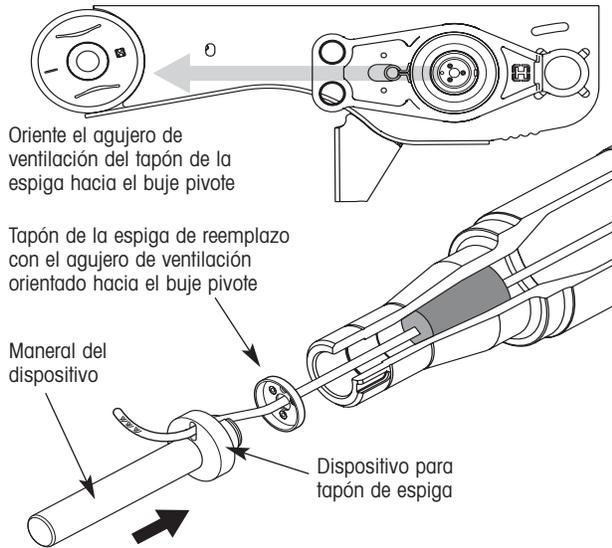

Figura 3. Instalación del tapón de la espiga
5. Rutee la manguera del eje a través del centro del tapón de espiga (figura 3).
6. Con el agujero de instalación del tapón de la espiga orientado hacia el buje pivote (figura 3), coloque el tapón contra la orilla de la espiga.
7. Rutee la manguera a través del orificio del dispositivo (figura 3) y presione el tapón en la espiga hasta que el dispositivo tope en la espiga.